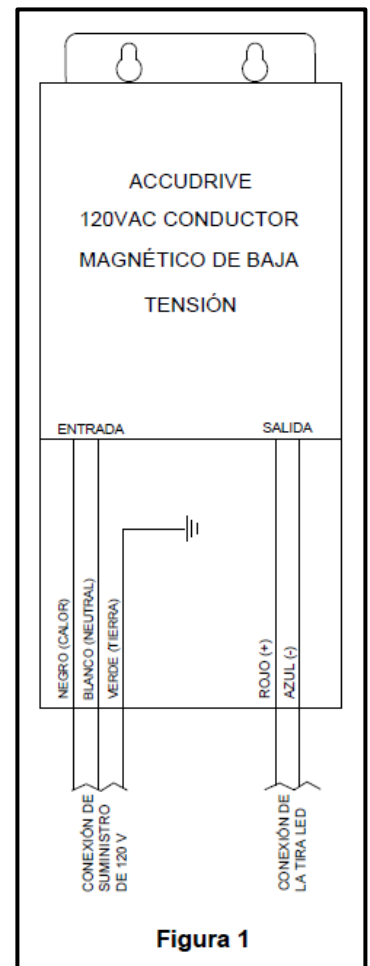

Figura 1
Paso 3. Pele 3/8 in del cable de suministro e inserte cada cable de suministro en el conector apropiado. Conecte el cable negro del controlador a caliente, el cable blanco a neutro y el cable verde a tierra (Figura 1).
Paso 4. Conecte las tiras LED al controlador insertando el cable de salida del controlador en el conector apropiado. Conecte el cable rojo del controlador (V+) al cable rojo correspondiente (V+) proveniente de la tira LED y el cable azul (V-) al cable negro correspondiente (V-) proveniente de la tira LED (Figura 1).